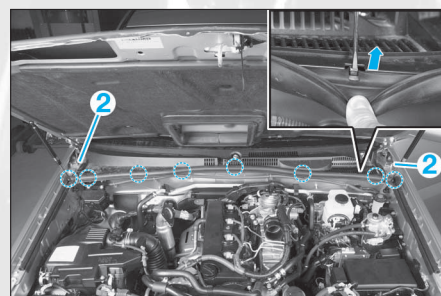

FIG. 24
- Déposer les deux agrafes (2) (Fig.24).